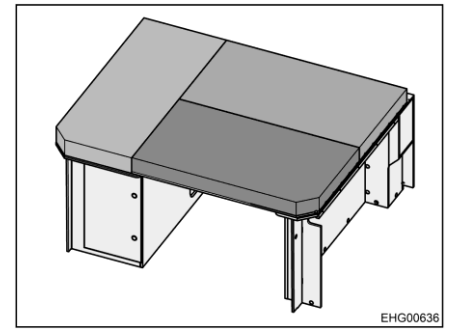

Fig. 38 Cama trasera (transformada para dormir)
- Distribuir los cojines en la superficie de descanso del modo mostrado en Fig. 38.